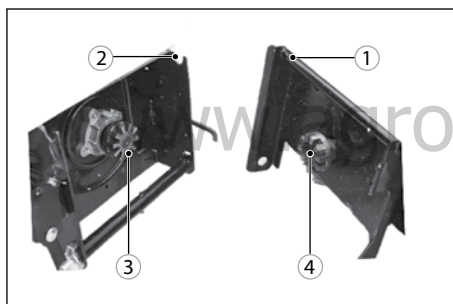

Рис. 10
С правой стороны верхняя рукоятка фиксируется двумя болтами, с левой стороны – болтом и держателем рукоятки поворота желоба (рис. 10).
2. Убедитесь, что стержень 1 на насадке попал в паз основной части 2 (рис. 10), а шестерня 3 привода щетки/шнека состыковалась с шестерней 4 на насадке (рис. 10).